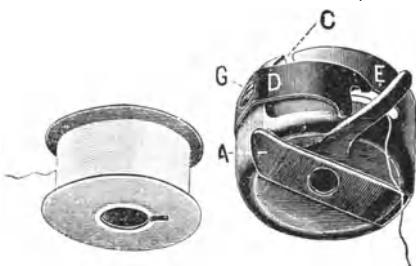
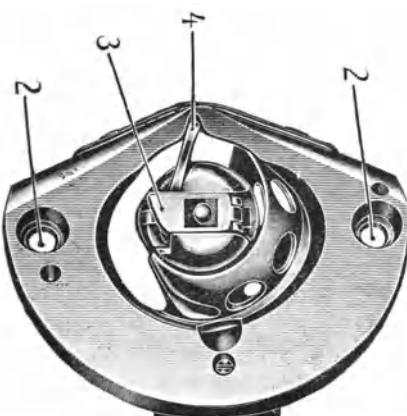

Abb. 25.
Abb. 26.
Die sehr breite Spule wird von einem mit Spannungsfeder (D) versehenen Spulengehäuse umfaßt (Abb. 25). Das Spulengehäuse wird mit der Spule auf einen Zapfen in der Greiferhöhlung gesteckt und durch einen ausklappbaren Deckel (A) gehalten. Der Greifer wird in seiner Bahn durch einen überzuschraubenden Deckring (siehe Abb. 26) gesichert. Damit die Spulenhülse nicht an der Bewegung des Greifers mit teilnehmen kann, wird sie mittels eines in einen Ausschnitt des Deckringes greifenden Dornes (E) gehalten. Der Deckring wird mit 2 Schrauben festgehalten und muß gelöst werden, wenn man Schmutz und Fäden aus der Schiffchenbahn entfernen will.